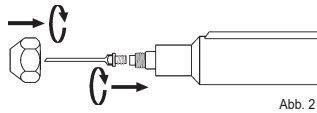

Abb. 2
- Schrauben Sie die Ultraschallspitze auf den Ultraschallhandgriff und ziehen Sie die Ultraschallspitze mit dem Schlüssel für Ultraschallspitzen fest (Abb. 2)
- Demontieren Sie den Infusionsaufsatz und die Ultraschallspitze in umgekehrter Reihenfolge gemäß Abb. 2 bis 3 vom Ultraschallhandgriff.